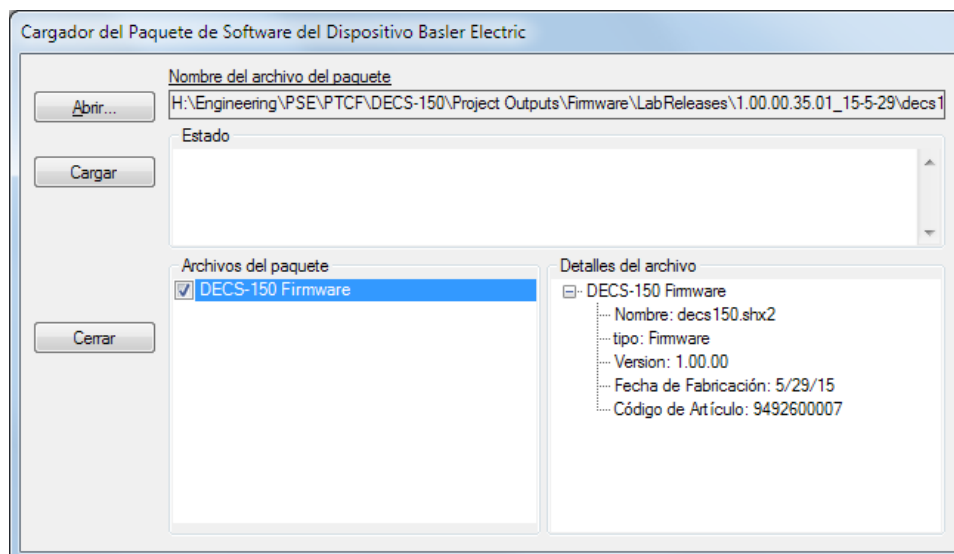

Figura 18-9. Pantalla de cargador del paquete de dispositivo
5. Marque la casilla del Firmware de DECS-150 tal como se muestra en la Figura 18-9. Anote el número de versión del firmware del DECS-150; esta es la versión que se utilizará para configurar la Versión de la aplicación en el archivo de configuración en un paso posterior.